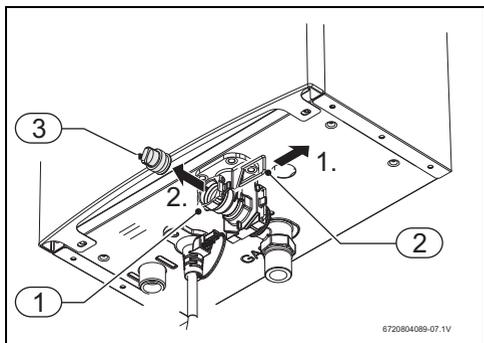

Fig. 18 Vite di scarico idraulico
- Non installare l'apparecchio in ambienti la cui temperatura può scendere al di sotto di 0 °C. In caso di gelo, spegnere e svuotare l'apparecchio (→fig. 18).